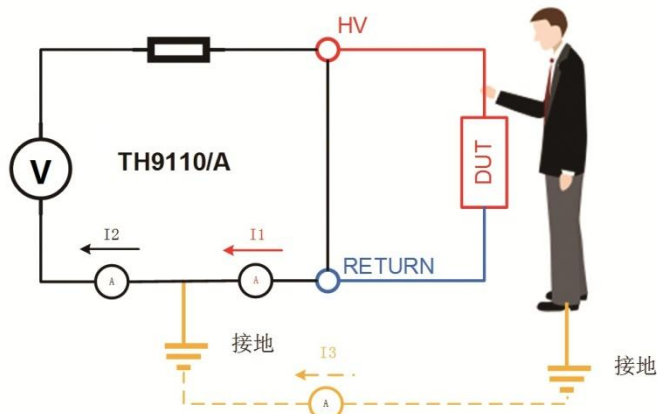

图 4-5
- a) 触电保护设置为开启 ON 时，当操作人员与高压输出端接触时，如图 4-5 所示，电流表分别测得不同的电流值，则流经人体的电流 $i3 = i2 - i1$ ，当 $i3$ 超过限值时，立即切断高压输出，以达到保护操作人员的安全。